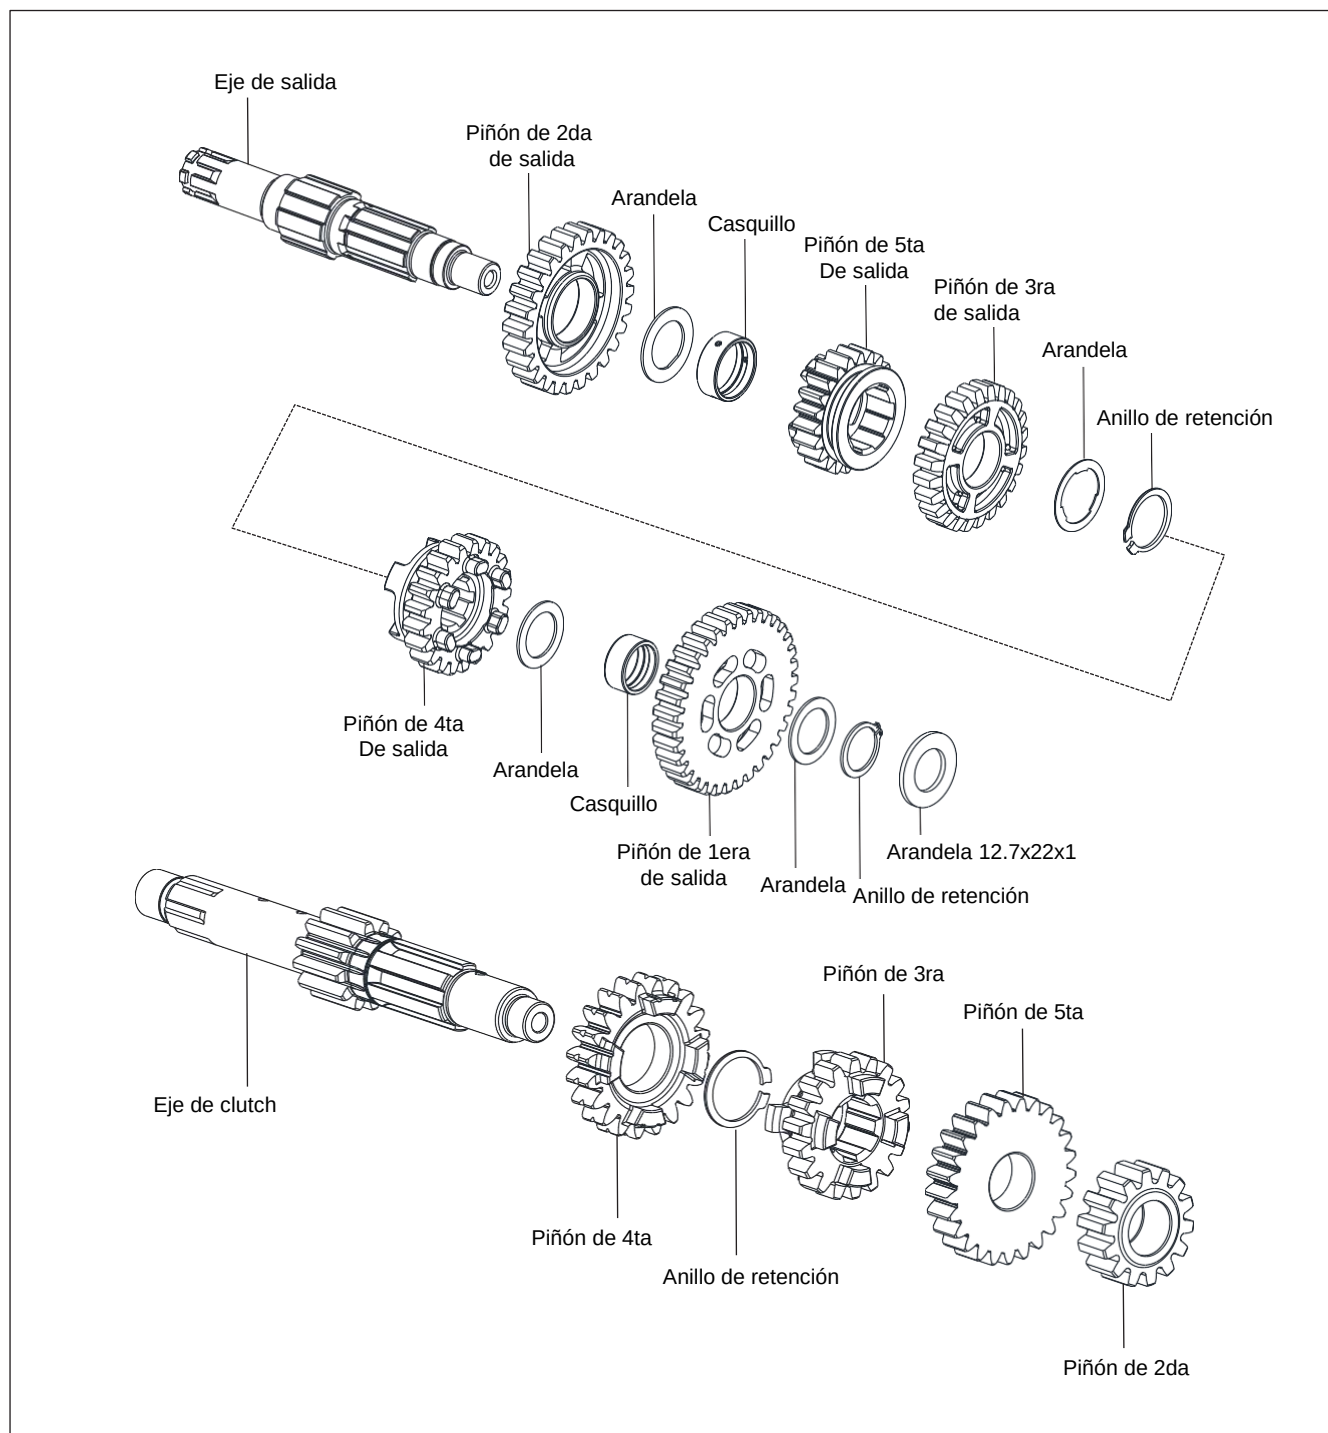

Fig. 3.151
- La vista explosionada puede servir como referencia para el correcto montaje de los piñones, arandelas y anillos de retención. (Fig. 3.151)